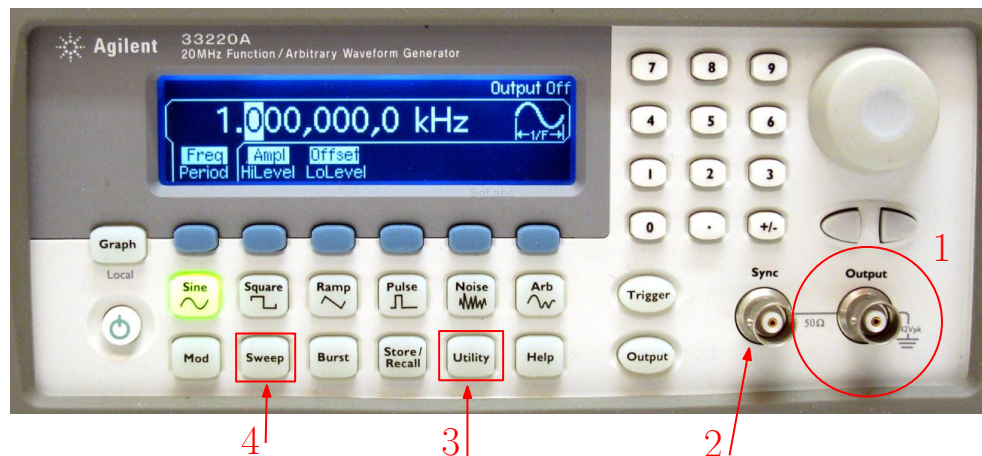
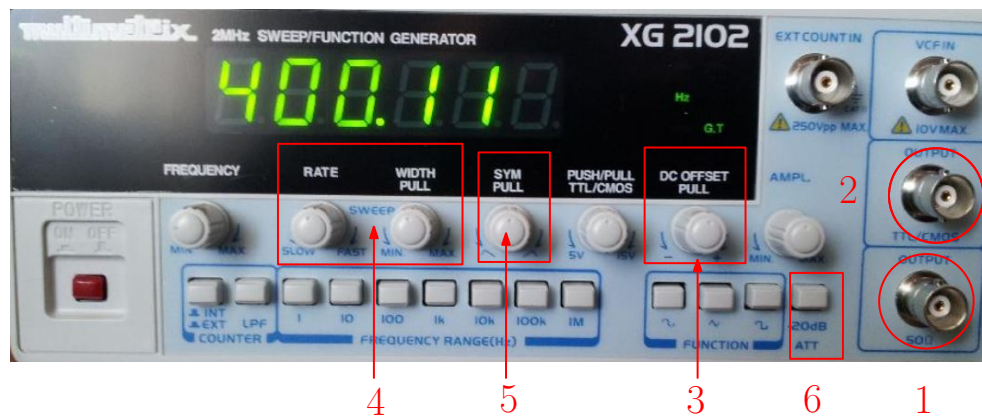

Figure 18 : Face avant d'un GBF Rigol
Figure 19 : Face avant d'un GBF MultimétrieX
4. (voir borne 1 de la figure 18 et la borne 1 de la figure 19)
- ✗ la sortie « TTL » ou « SYNC » (borne (2)) de la figure 18 et borne (2) de la figure 19) délivre des créneaux (0-5V) dont on ne peut pas faire varier l'amplitude, ce type de signal est utilisé (par exemple comme horloge) dans l'étude des circuits à base de portes logiques. Nous n'utiliserons pas cette sortie en général, sauf pour la synchronisation externe d'un oscilloscope.
- ✗ Les signaux variables délivrés par le GBF sont à valeur moyenne nulle. Pour introduire un offset, il faut chercher sur la face avant le bouton « offset » (tirer sur le vernier, voir borne (3)) de la figure 19) ou alors aller dans « utility » (borne (3)) de la figure 18) et chercher cette fonction. Noter qu'en vieillissant, il se peut que le GBF soit dérégulé et délivre sans qu'on le veuille des signaux de valeur moyenne non nulle. Le choix de l'offset permet alors de corriger cette erreur.
- ✗ Un GBF peut délivrer des signaux de fréquence variable (signaux wobblés). On y accède en enclenchant la fonction wobble (bouton « sweep », borne (4)) de la figure 18 et encadré (4) de la figure 19). La fréquence varie alors autour de la fréquence que l'on avait avant d'enclencher (les paramètres de réglages seront vus dans le TP wobble). On peut ensuite régler la vitesse et la plage de variation de la fréquence. Ce type de wobble est appelé « wobble interne ». Noter que l'on peut visualiser le signal qui commande le rythme des variations de la fréquence grâce à la sortie « sweep out » située à l'arrière de l'appareil. Notons aussi que l'on peut utiliser un autre GBF pour réaliser un balayage (dans ce cas la wobble interne ne doit pas être enclenchée). C'est une wobble externe. Le GBF (noté ici GBF1) reçoit alors sur son entrée wobble (située à l'arrière de l'appareil : SWEEP IN) un signal provenant d'un autre GBF (noté ici GBF2).
- ✗ Il est possible de rendre les signaux asymétriques, soit directement en agissant sur un vernier « sym » disponible sur la face avant (voir borne (5)) de la figure 19), soit en allant sur la voie étudiée et en sélectionnant « sym ».
- ✗ Vérifier que le bouton « atténuation » n'est pas enclenché (borne 6 de la figure 19),